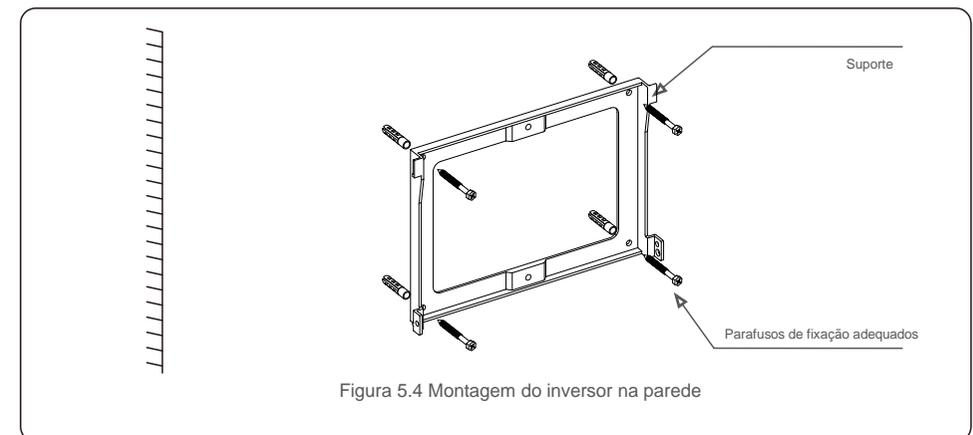
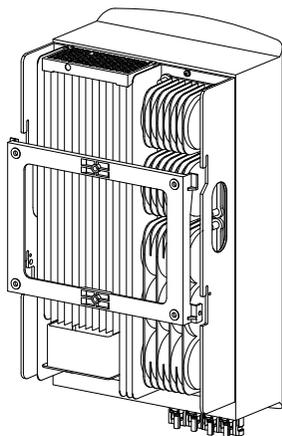

Figura 5.4 Montagem do inversor na parede
Figura 5.5 Instalar o inversor
Consulte a figura 5.4 e a figura 5.5. O inversor deve ser montado verticalmente. Os passos para montar o inversor estão listados abaixo.
1. Consulte a Figura 5.4, os orifícios para o parafuso de expansão com base no diâmetro do orifício do suporte (ST6.3*60 parafusos de rosca de cabeça hexagonal com reentrância cruzada, HJ0108 10*50 mm tubular expansível), usando a perfuração de percussão com a broca de 10 mm necessária para ficar verticalmente na parede. O furo deve ser verticalmente na parede. E a profundidade de todos os furos é de 60 mm.
2. Verifique se o suporte está na horizontal. E que os orifícios de montagem (na Figura 5.4) estão marcados corretamente. Faça os furos na parede nas suas marcas.